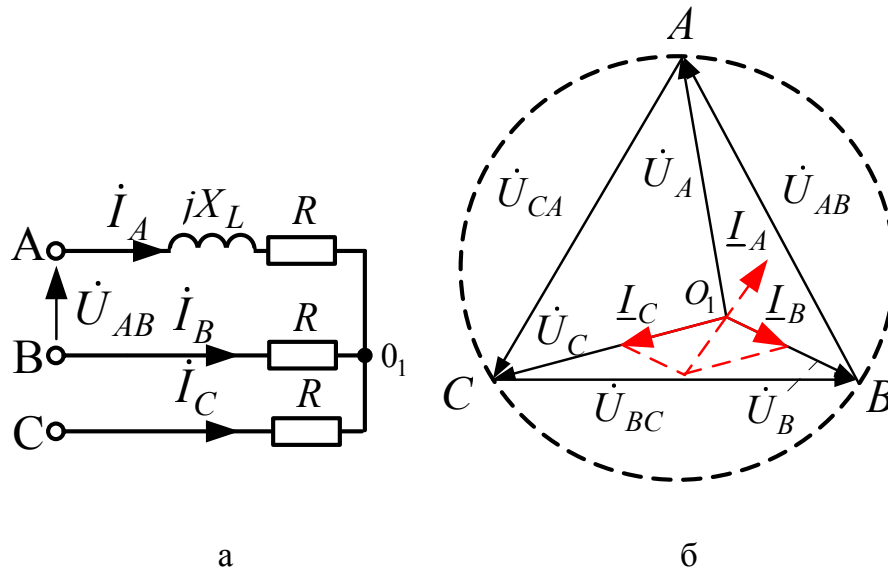

Рис. 3.5
7. Для случая включения в фазу А катушки с параметрами  $R$ ,  $L$  (цепь без нулевого провода) на диаграмме построены все напряжения и токи двух других фаз (рис. 3.5). Как, зная токи в фазах В и С, по диаграмме определить направление вектора тока фазы А и угол сдвига фаз  $\varphi$  катушки? И как затем рассчитать ее параметры, используя измеренные ток и напряжение на катушке?
8. Куда сместится нейтральная точка  $O_1$  на диаграмме рис. 3.5, б, если в фазу  $A$  схемы рис. 3.5, а вместо катушки включить конденсатор?